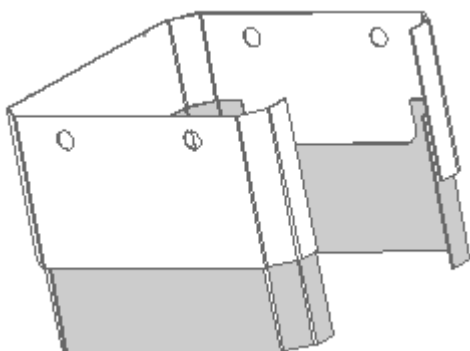

Figure 30: Recouvrements Des Pattes
2. Placez la plus petite « manche », avec les échancrures vers le haut, à l'intérieur de la manche plus large, avec les ouvertures des deux manches orientées vers l'arrière (Figure 30).
1. Enlevez les recouvrements des pattes. Pour ce faire, faites glisser la manche extérieure des recouvrements de pattes vers le bas, en enlevant les encoches extrudées de la base en aluminium (voir Figure 30).